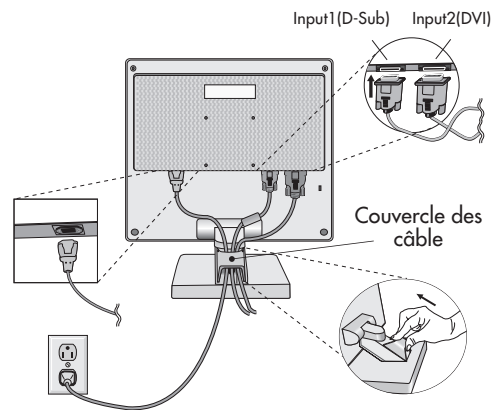

Figure C.1
3. Enlevez la gaine de câble. Connectez le mini D-SUB à 15 broches du câble de signal vidéo et du câble de signal DVI (non inclus) au connecteur approprié à l'arrière du moniteur (**Figure C.1**).
4. Connectez une extrémité du câble d'alimentation sur l'adaptateur AC et l'autre extrémité sur la prise de secteur. Faites glisser le câble à signal vidéo et le câble d'alimentation électrique ca dans les fixations (**Figure C.1**). Remplacez la gaine de câble.